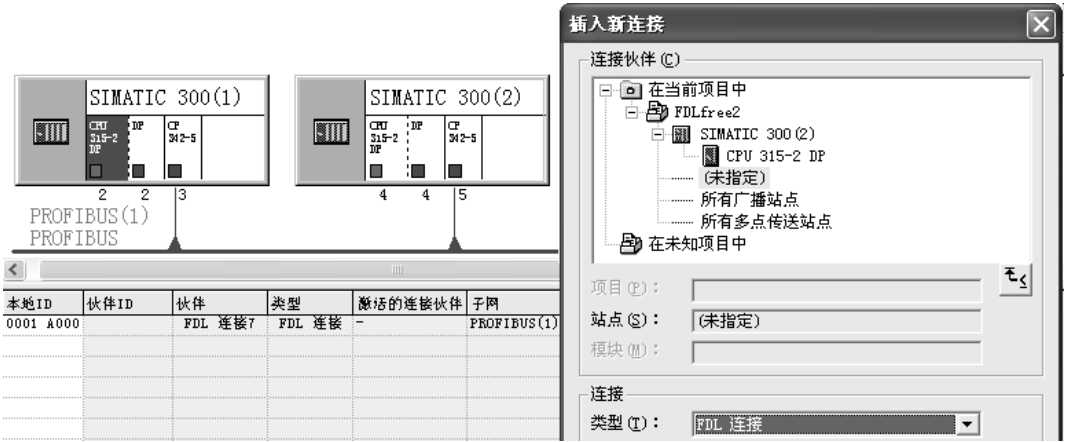

图 4-48 网络与连接组态
组态好两个 S7-300 站后，关闭 HW Config，点击 SIMATIC 管理器工具栏上的  按钮，打开网络组态工具 NetPro，看到连接到 PROFIBUS 网络上的两个站（见图 4-48）。
选中图 4-48 中 CPU 315-2DP 所在的小方框，在下面的窗口出现连接表，双击连接表第一行的空白处，建立一个新的连接。在弹出的“插入新连接”对话框（见图 4-48 的右图）中，将“连接伙伴”中的连接对象设为“未指定”，连接类型设为“FDL 连接”。
选中图 4-48 的站点 SIMATIC 300 (2) 中的 CPU 315-2DP，双击下面的连接表中的“FDL 连接”，在出现的 FDL 连接属性对话框的“地址”选项卡中，选中复选框“空闲第二层访问”（见图 4-50）。设置本地站的 LSAP 的值为 10。